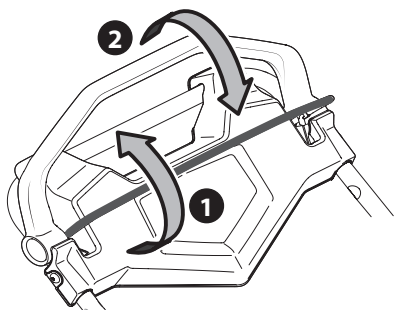

Figure 36
1. Une fois le moteur démarré, serrez la commande de la lame contre la commande d'entraînement et poussez la commande d'entraînement vers l'avant pour faire avancer la tondeuse. Plus vous poussez la commande vers l'avant, plus l'appareil avance rapidement. Voir Figure 36.